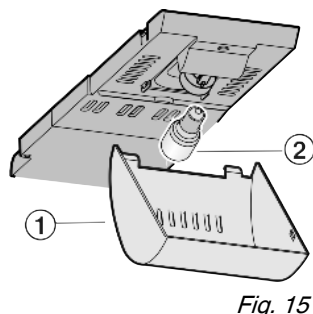

Fig. 15
- Возьмитесь за крышку Fig. 15 (1) спереди и снимите с крючка сзади.
- Лампу накаливания Fig. 15 (2) заменить.
- Снова наденьте крышку Fig. 15 (1).